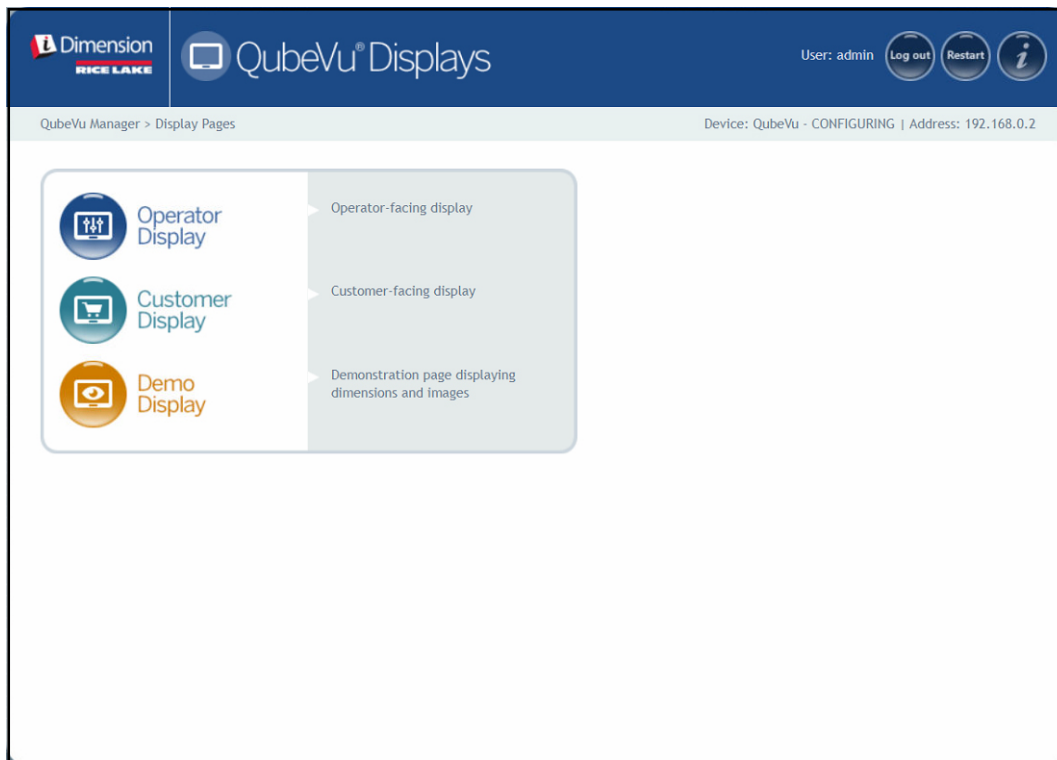

Abbildung 3-1. Menü „Display Pages“ (Anzeigen)
- Wählen Sie  **Operator Display** im Menü **Display Pages (Anzeigen)** aus (Abbildung 3-1 auf Seite 16). Die Bediener-Anzeige wird angezeigt.
- Wählen Sie  **Customer Display** im Menü **Display Pages (Anzeigen)** aus (Abbildung 3-1 auf Seite 16). Die Kunden-Anzeige wird angezeigt.
- Wählen Sie  **Demo Display** im Menü **Display Pages (Anzeigen)** aus (Abbildung 3-1 auf Seite 16).